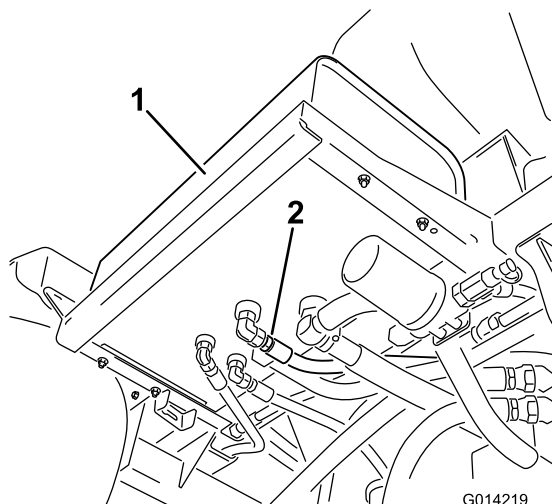

Рисунок 98
2. Очистите зону вокруг штуцера гидравлического шланга в нижней части гидравлического бака (Рисунок 98).
4. Снимите штуцер шланга с бака и дайте рабочей жидкости стечь в поддон (Рисунок 98).